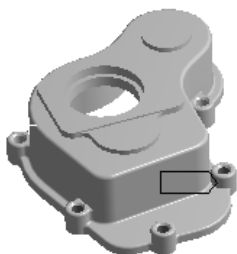

图 2.6.20 命名选择集 adv-selection
(5) 单击 **Generate** 按钮，完成定义。
(6) 打开 **Graphics** 选项卡，切换到几何显示界面，结果如图 2.6.20 所示。